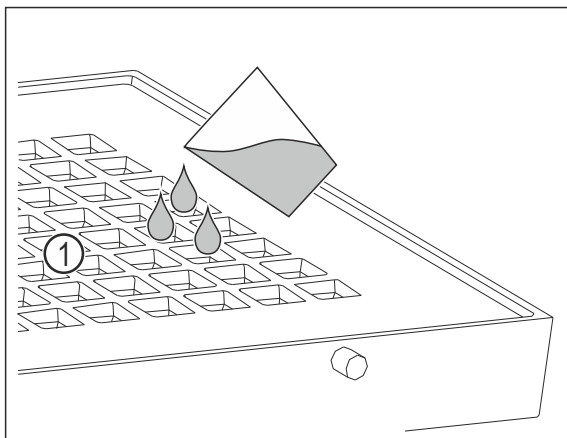

Fig. 97
- ▶ Wlać maksymalnie 400 ml wody przez otwory Fig. 97 (1) w ostonie.